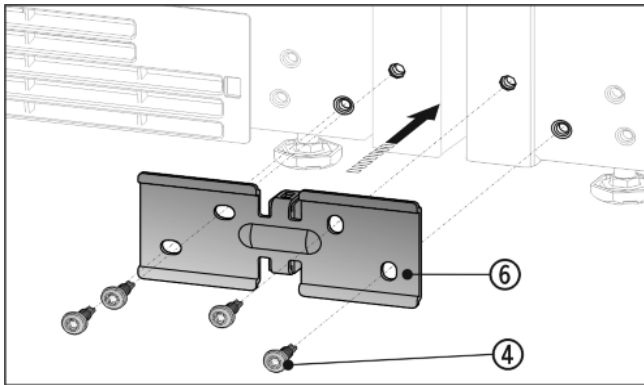

Fig. 8
- ▶ Всунути кут Fig. 8 (6) з дистанційною прокладкою між пристроями і трохи прикрутити з допомогою 4 гвинтів Fig. 8 (4).